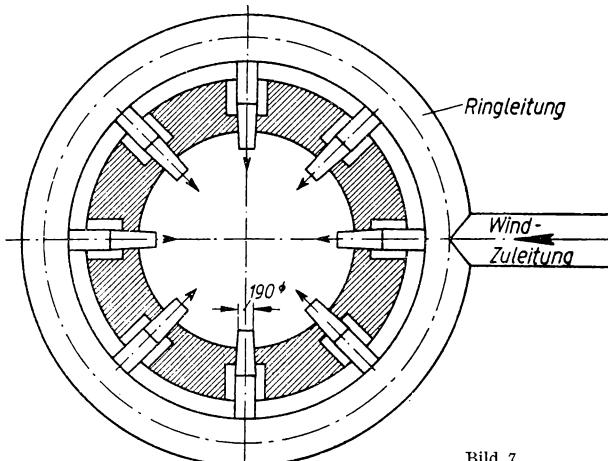

Bild 7
30. Ein Hochofen erhält den Gebläsewind durch eine Rohrleitung zugeführt, welche den Ofen nach Bild 7 ringförmig umfaßt und acht Blasrohre (sogenannte „Windformen“) von 190 mm lichter Austrittsweite speist.